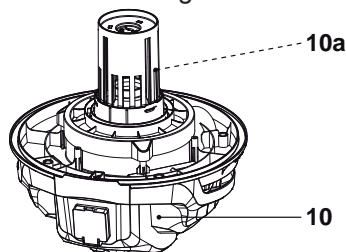

Fig. 20
El producto cuenta con una válvula de seguridad (10a) para evitar que el agua entre en la unidad del motor (10) cuando se aspira en húmedo (Fig. 20). Antes de usarla, compruebe que la válvula de seguridad se mueve libremente en su caja.